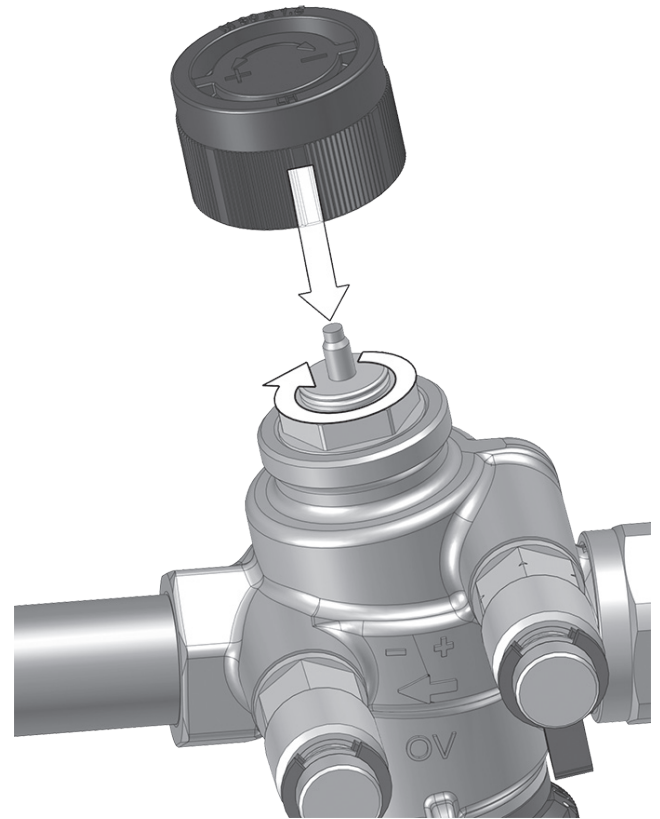

Fig. 8 - Chiusura
- 1 Bloccare la valvola utilizzando ad esempio il tappo protettivo (vedere Fig. 8).
Applicare il tappo protettivo fornito in dotazione al raccordo filettato M30 x 1,5 (vedere Fig. 8).